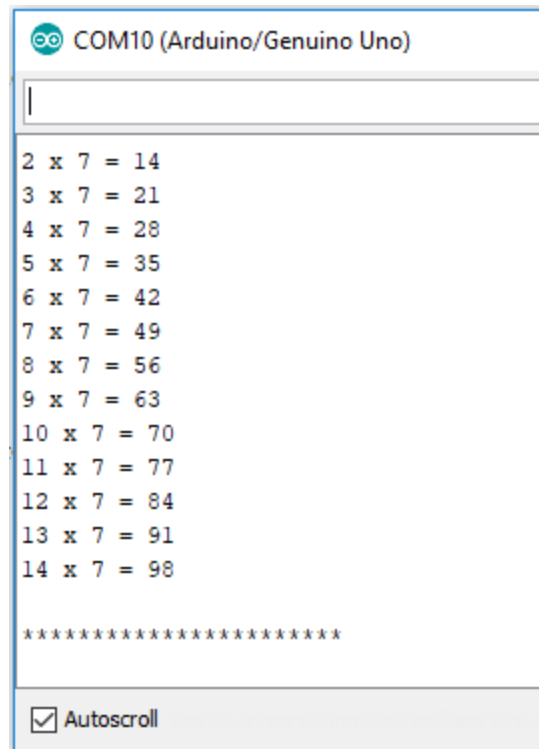

Fig. 4 : Table de multiplication
- ✓ Le moniteur devra afficher une table qui ressemble à **Fig. 4** :